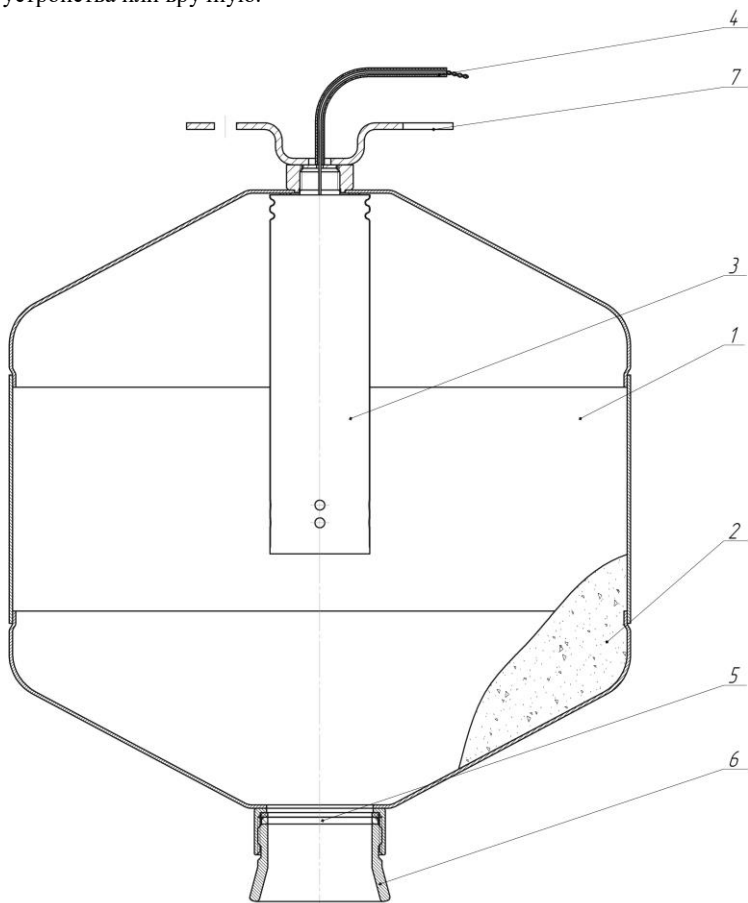

Рис. 3
3.1.1 МПП (рис. 3) состоит из корпуса **1**, в котором размещаются огнетушащий порошок (**ОП**) **2** и газогенерирующее устройство (**ГГУ**) **3** с электроактиватором **4**. В нижней части корпуса, выходное отверстие которого перекрыто мембраной **5**, находится насадок-распылитель **6**. Соединительные провода электроактиватора ГГУ **3** выведены через герметичный узел в корпусе МПП. В верхней части модуль снабжен кронштейном **7** для крепления к потолочному перекрытию.